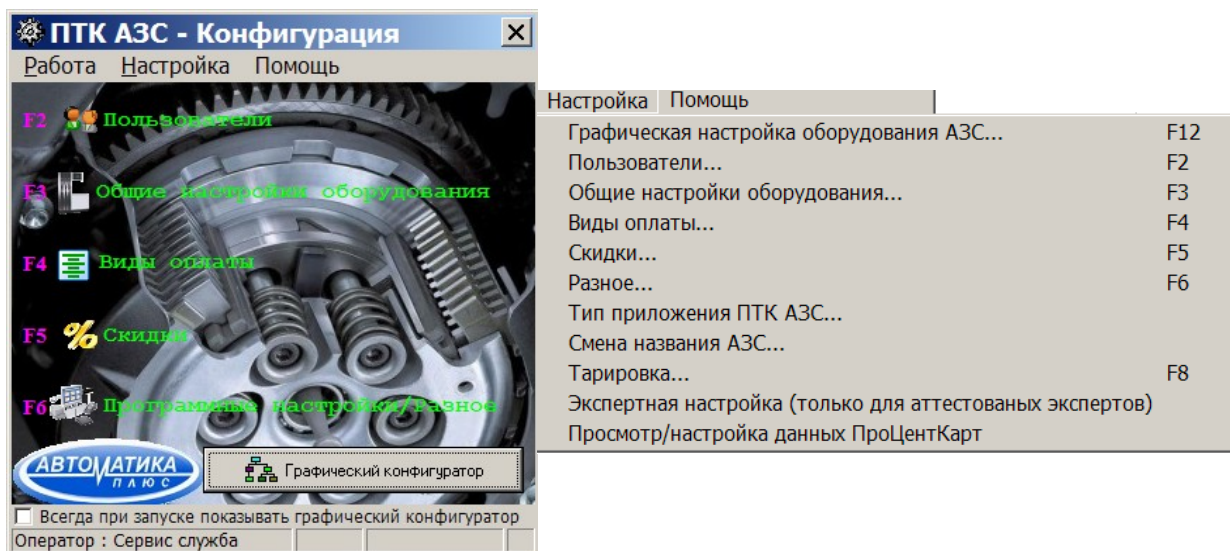
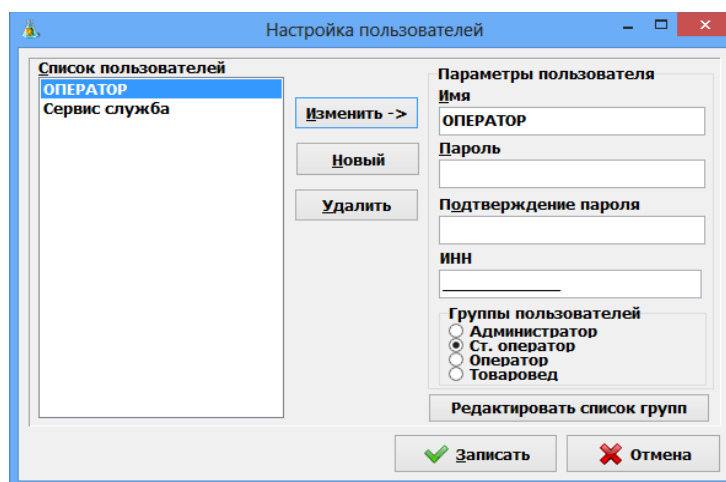

Рис. 2
Рис. 3
В поле «Оператор» выберите «Сервис-службу» (администратор), щелкните мышкой кнопку «Ввод» (для отмены действия щелкните кнопку «Отмена»), откроется окно «ПТК АЗС -Конфигурация системы» (Рис.2). В этом окне с помощью пунктов главного меню («Работа», «Настройка», «Тарировка») и кнопок выберите дальнейшие действия для настройки ПТК АЗС:
- «Тип приложения ПТК АЗС» - настройка приложения на ПТК АЗС или на Нефтебазу (рис.3);
Рис.2а
Для настройки пользователей в окне «Конфигурация» (Рис.2) выберите в верхней строке меню «Настройка/Пользователи» (Рис.2а) или щелкните на кнопке «Пользователи». На экране появится окно «Настройка пользователей» (Рис.3).
Для изменения списка групп в окне «Настройка пользователей нажмите кнопку «Редактировать список групп» (Рис.3а) . В открывшемся окне добавьте новую группу пользователей или удалите ненужную (Кнопки «Добавить», «Удалить»).Для сохранения изменений нажмите «Применить».
Рис.3а